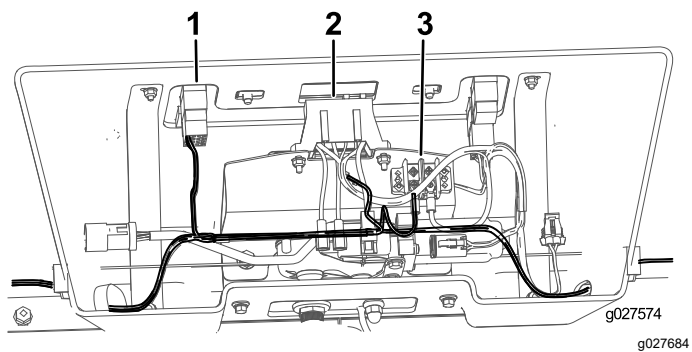

Figura 12
3. Ligue a cablagem ao interruptor, bloco de fusíveis e terminal de ligação à terra (Figura 12).